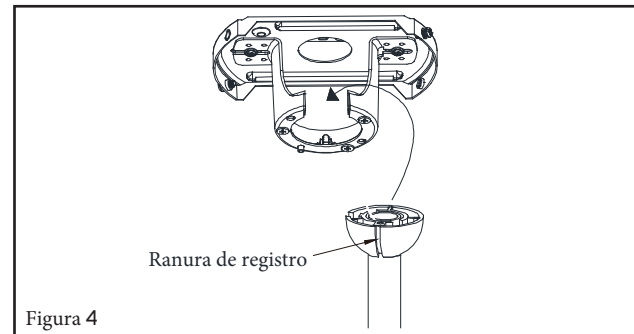

Figura 4
NOTA: La lengüeta opuesta a la abertura del soporte de suspensión debe encajar en la ranura de la bola. (Figura 4)
- 2 Conecte los cables conductores negros del interruptor en la base A a los cables negros en la caja del interruptor. Cable de entrada caliente a uno de los cables del interruptor de la base. El cable de alimentación del ventilador está conectado al cable del interruptor restante. (Figura 4)
Un flujo de aire HACIA ARRIBA mueve el aire más cálido fuera del área del techo como se muestra en la Figura 4. Esto le permite configurar su unidad de calefacción en un ambiente más fresco sin afectar su comodidad.